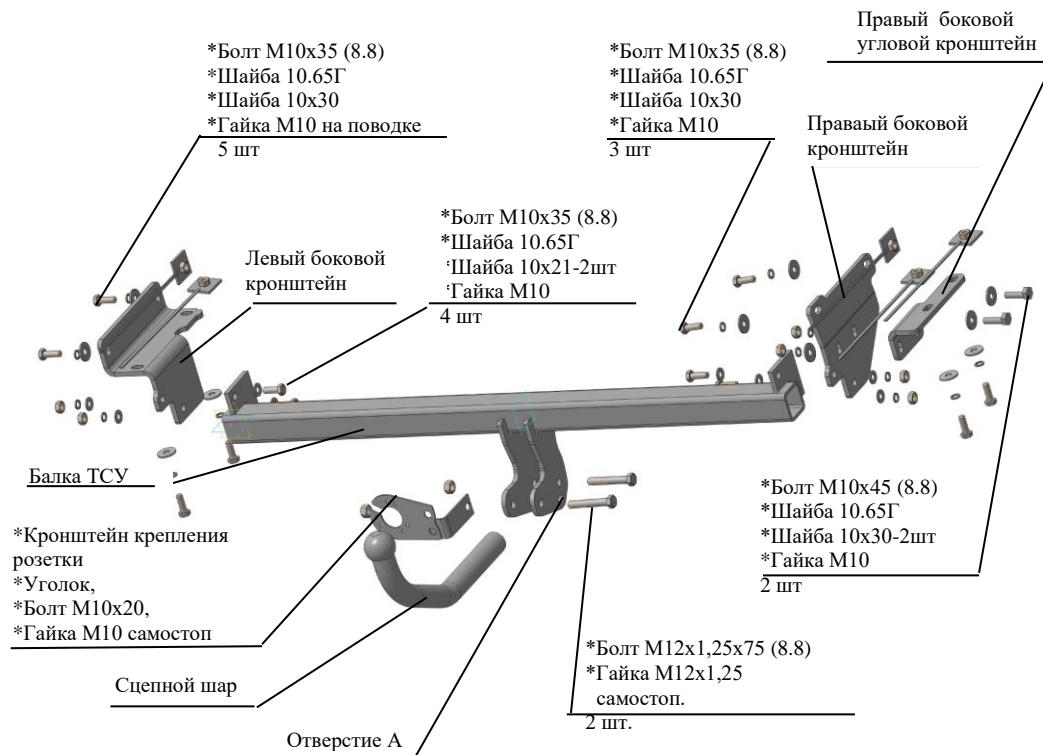

Рис.1 Тягово-сцепное устройство 7722.
2.1 ТСУ 7722 в сборе (рис.1)	1 шт.
2.2 Пакет с комплектующими (см. рис.1)	1 шт.